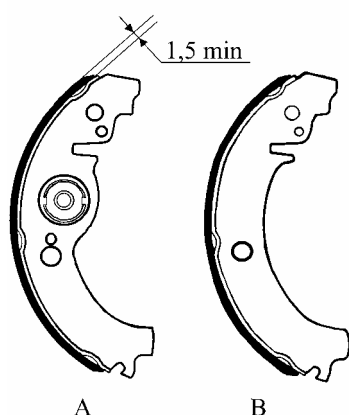

Рис.9 Колодки заднего тормоза с накладками в сборе:
4.2.2 Колодка заднего тормоза 2103-3502081/80, 2101-3502090-01/02, рис.9